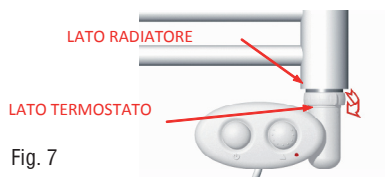

Fig. 7
4. Ruotare dolcemente il TH-MIN fino a raggiungere la posizione desiderata, avendo cura di non superare i 180°. Completare l'inserimento del TH-MIN (Fig. 7).